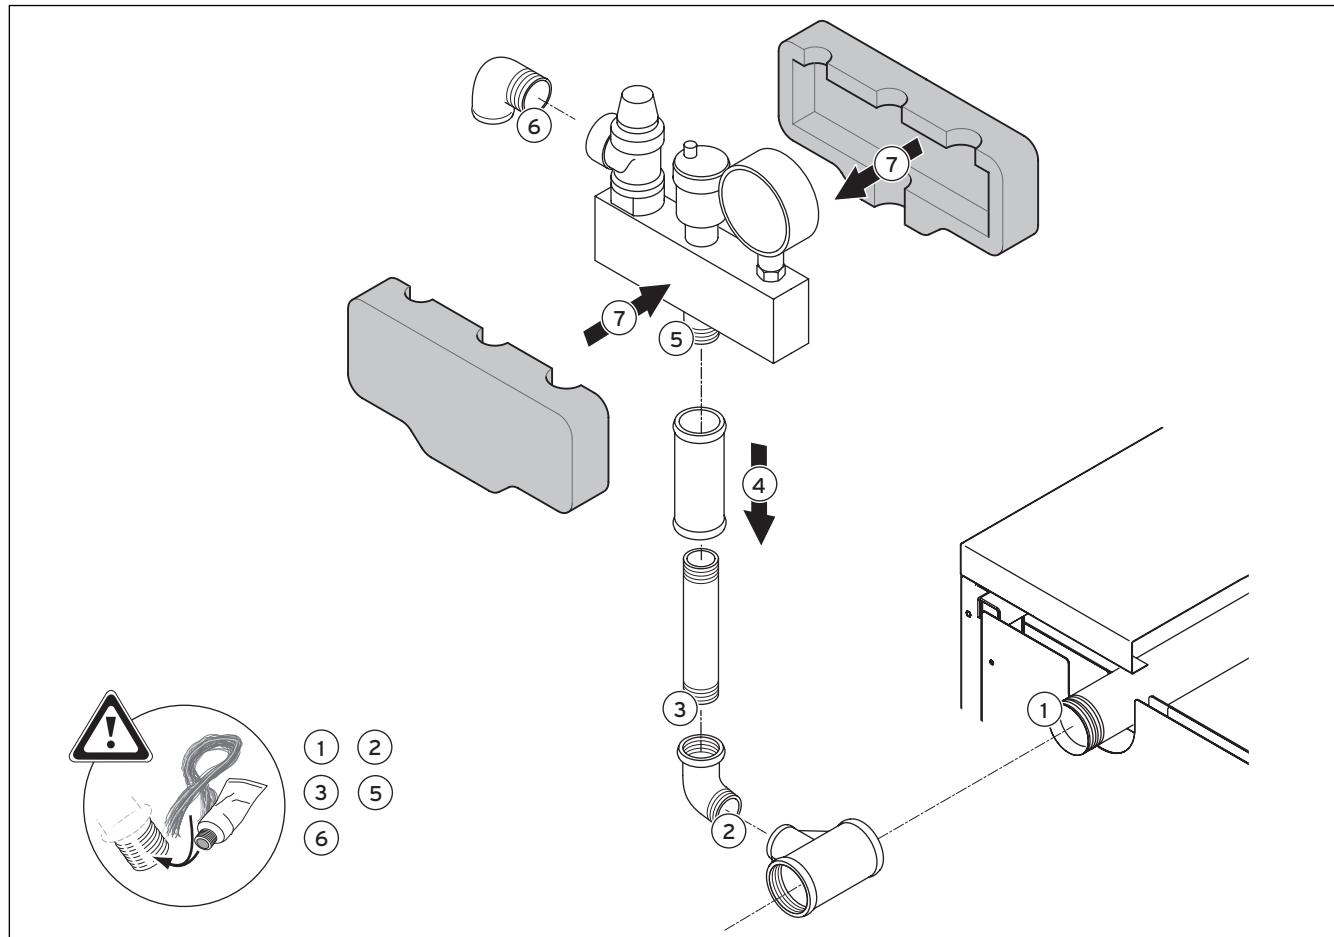

Fig. 4.1 Montaje del grupo de seguridad
- Monte el grupo de seguridad de caldera tal como se muestra en la fig. 4.1.